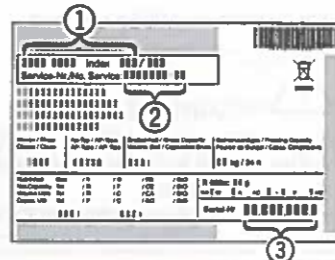

Fig. 12
▶ Gerätebezeichnung Fig. 12 (1), Service-Nr. Fig. 12 (2) und SN Fig. 12 (3) vom Typenschild ablesen. Das Typenschild befindet sich an der linken Geräteinnenseite.
- ▶ Den Kundendienst benachrichtigen und den Fehler, Gerätebezeichnung Fig. 12 (1), Service-Nr. Fig. 12 (2) und SN Fig. 12 (3) mitteilen.